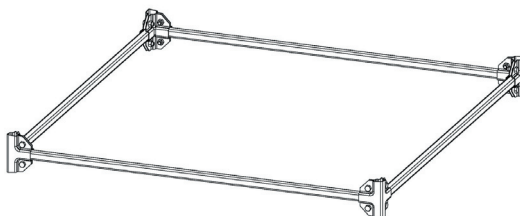

Рисунок 4 – Предварительная фиксация конструкции нижнего уровня
3. Предварительно зафиксировать собранные позиции из «Стоек горизонтальных» с помощью позиции «Скоба крепежная А5 х 4» в количестве 4 шт., фиксируемой с помощью позиции «Болт DIN933 М8х20 оцинк.» в количестве 16 шт. и позиции «Гайка DIN934 М8 оцинк.» в количестве 16 шт. (см. Рисунок 4);